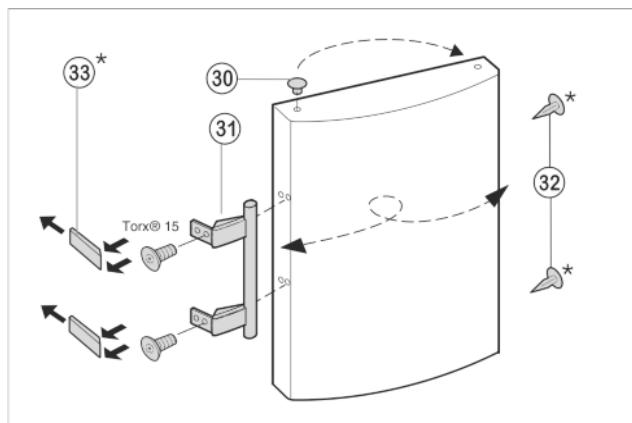

Fig. 10
- ▶ Извлеките пробку Fig. 10 (30) из опорной втулки дверцы и переставьте.
- ▶ Снимите и переставьте на противоположную сторону дверную ручку Fig. 10 (31), пробку Fig. 10 (30) и прижимные пластины Fig. 10 (33).